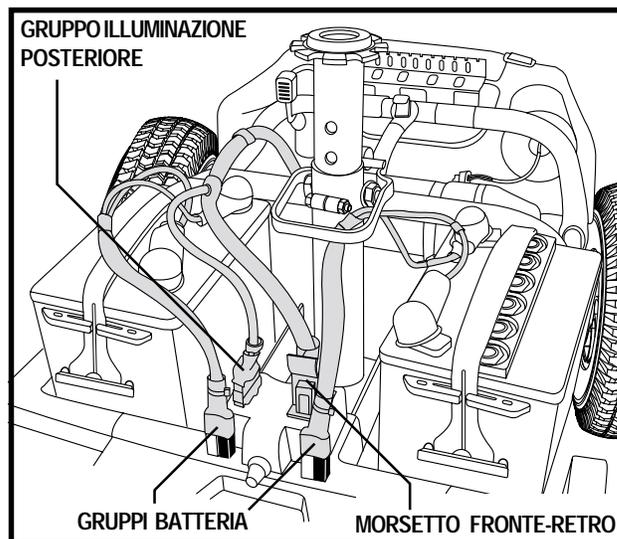

Figura 21. Collegamenti gruppo
6. Scollegare i due gruppi batteria. Sollevare ciascun gruppo direttamente verso l'alto. Vedere figura 21.
6. Collegare il gruppo anteriore-posteriore, il gruppo di illuminazione posteriore e i due gruppi batteria. Vedere figura 21.